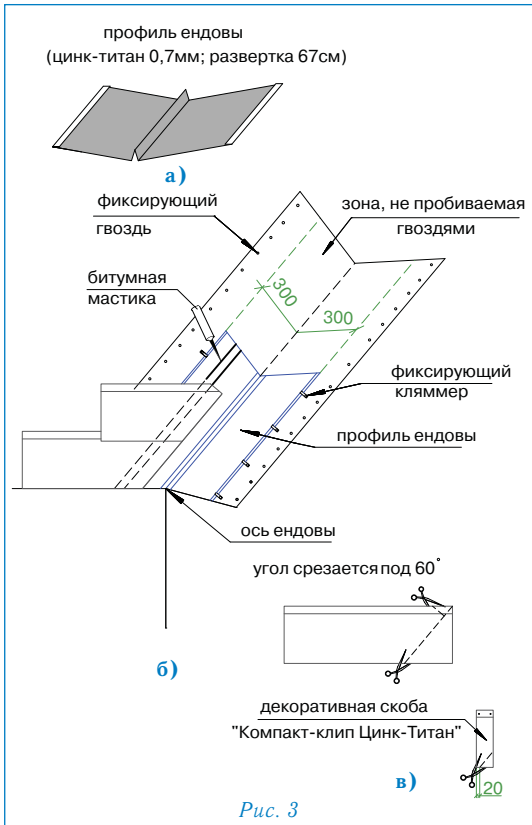

Рис. 3
### Ендова (рис. 3)
- ровно по центру ендовы устанавливается профиль ендовы (цинк-титан 0,7 мм, развертка 67 см) (рис. 3а);
**Внимание:** 1. Необходимо также подрезать верхний уголок обрезанного края листа (см. рис. 3в) для правильного стока воды.
4. В случае, если скоба «Компакт-клип Цинк-Титан» приходится на место обреза листа, можно либо обрезать накладку, оставив минимум 2 см в нижней части (рис. 3в), либо произвести укладку листов без использования накладки.